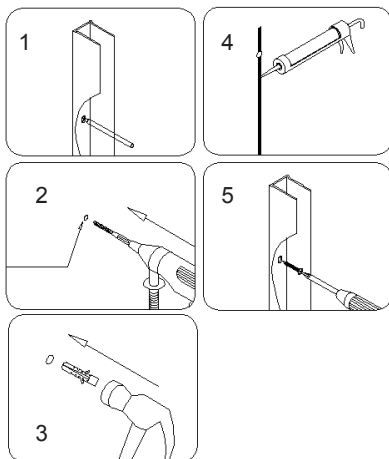
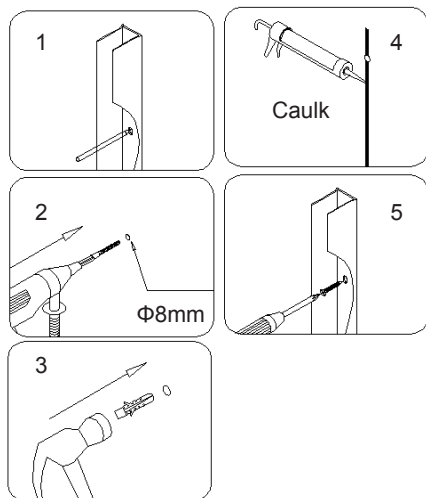

Рис. 4
Рис. 5
3. Приложите настенный профиль **(04)** к стене и убедитесь, что он расположен вертикально относительно поддона. Используйте отверстия в алюминиевом профиле, чтобы сделать пометки для сверления. Далее просверлите отверстие и вставьте в них анкера **(05)**. Используйте шурупы с плоской головкой ST4.2×40 **(06)** для того чтобы прикрепить настенный профиль к стене. См. рис. 4 и рис. 5 для более подробной информации.